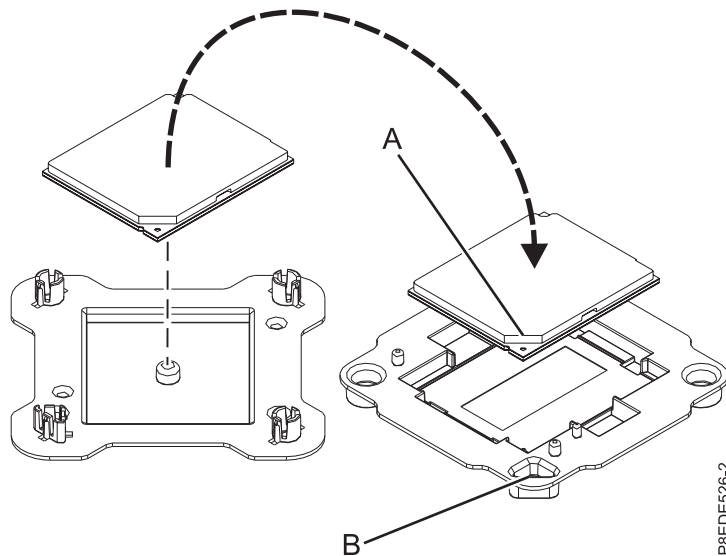

図 105. パッケージへのシステム・プロセッサ・モジュールの取り付け
11. 再取り付けしたシステム・プロセッサ・モジュールの端を軽くつかみ、持ち上げてパッケージ・カバーから外します。モジュールの斜めになった隅 (A) をパッケージ隅の三角 (B) と位置合わせして、パッケージ内に配置します (図 105 を参照)。パッケージ・カバーを閉じます。